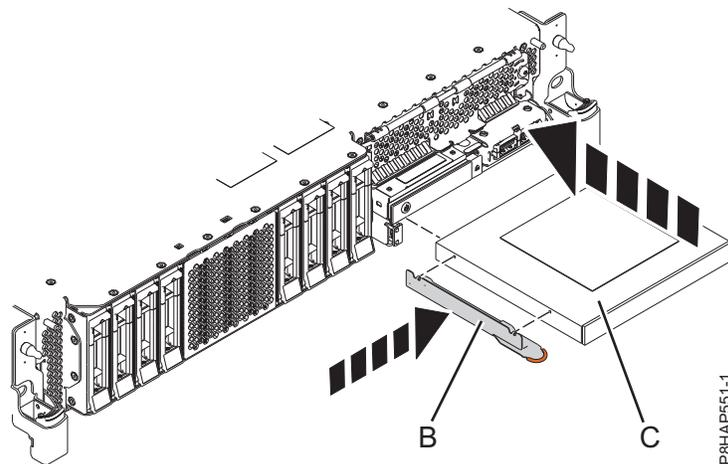
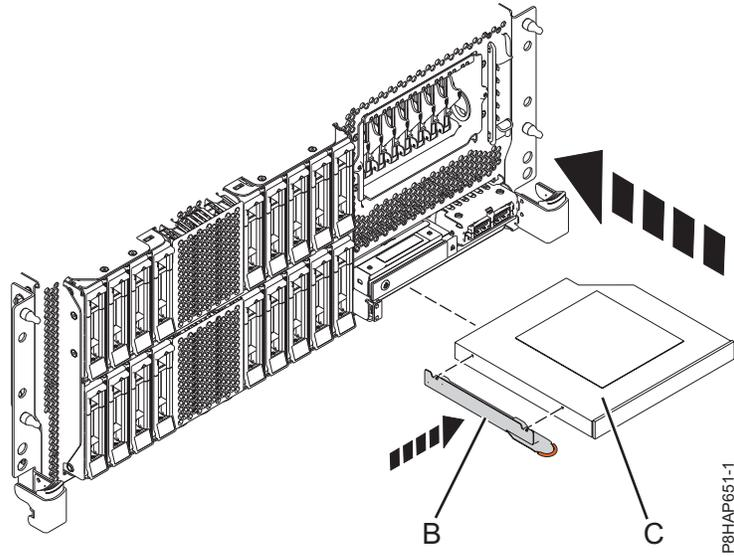
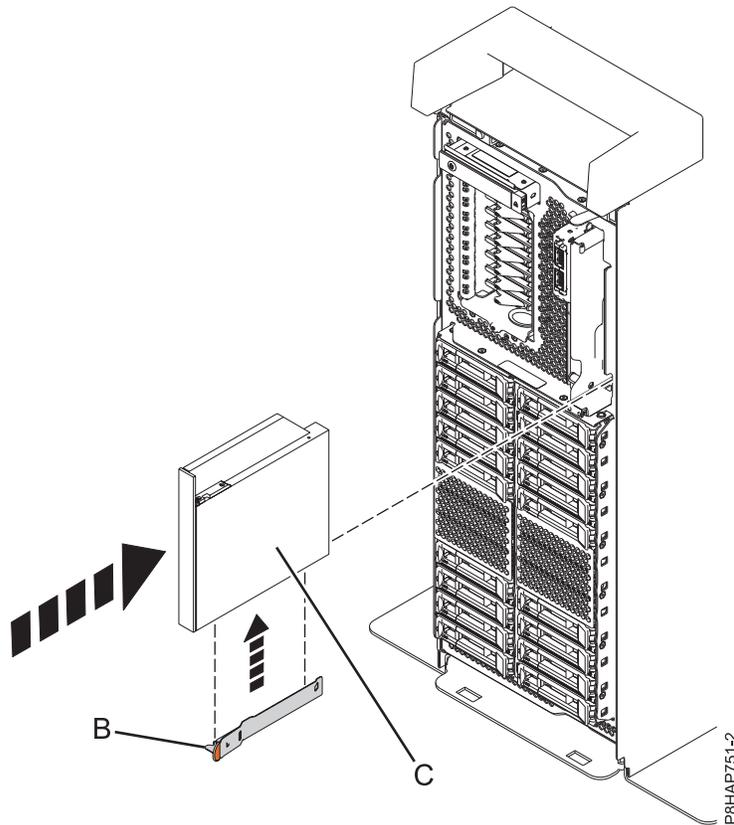

Abbildung 43. Flache Einheit für austauschbare Datenträger austauschen - System 8284-21A oder 8284-22A
Abbildung 44. Flache Einheit für austauschbare Datenträger austauschen - Einschubsystem 8286-41A oder 8286-42A
Abbildung 45. Flache Einheit für austauschbare Datenträger austauschen - eigenständiges System
5. Nehmen Sie die Halterung (B) zur Hand, die Sie aus der fehlerhaften flachen Einheit für austauschbare Datenträger ausgebaut haben.
6. Befestigen Sie die Halterung (**B**) an der neuen flachen Einheit für austauschbare Datenträger; siehe Darstellung in Abb. 43 bei einem System vom Typ 8284-21A oder 8284-22A, Abb. 44 auf Seite 55 bei einem Einschubsystem vom Typ 8286-41A oder 8286-42A oder Abb. 45 auf Seite 55 bei einem eigenständigen System vom Typ 8286-41A.
Für ein System vom Typ 8284-21A oder 8284-22A gilt Abb. 43, für ein Einschubsystem vom Typ 8286-41A oder 8286-42A gilt Abb. 44 auf Seite 55 und für ein eigenständiges System vom Typ 8286-41A gilt Abb. 45 auf Seite 55.